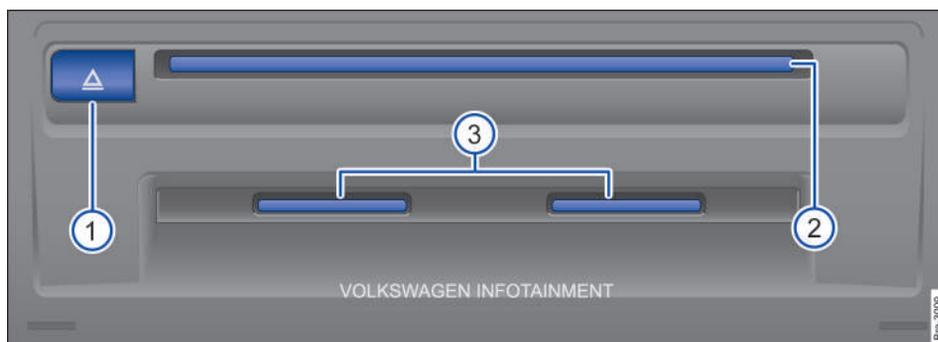

Fig. 158 Unidad multimedia externa: en la guantera.
Leyenda para → fig. 158:
- Después de la solicitud, insertar el CD en la entrada para CD de la unidad de CD → fig. 158 ② hasta que se introduzca automáticamente hacia adentro.
- Pulsar la tecla de eyección  → fig. 158 ①.
En la entrada de tarjeta SD → fig. 158 ③ solo se pueden introducir tarjetas SD con las siguientes dimensiones: 32 mm x 24 mm x 2,1 mm (1,26 x 0,94 x 0,083 pulgadas o 32 mm x 24 mm x 1,4 mm (1,26 x 0,94 x 0,055 pulgadas).